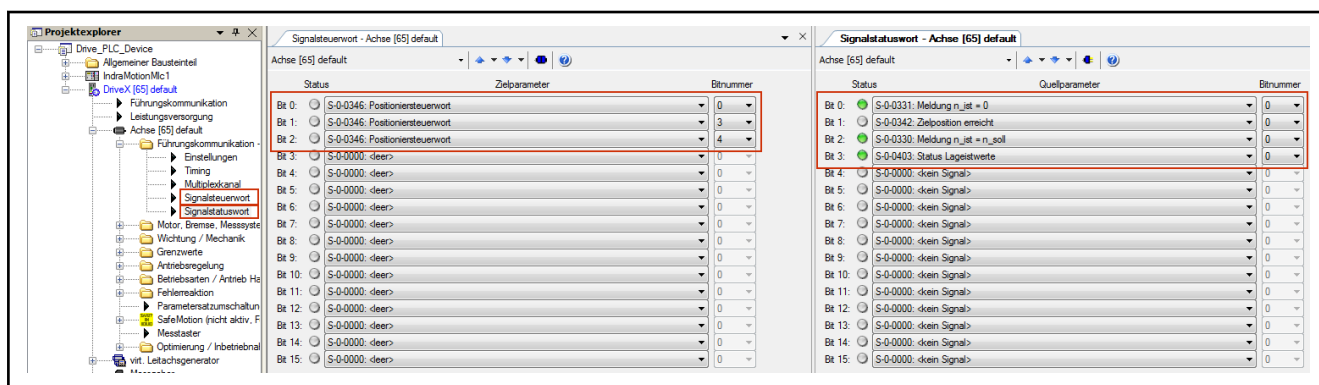

Abb. 6-89: Parametrierung Signalsteuer- und Signalstatuswort mit Indraworks
4. Im IndraWorks Ds Signalsteuerwort und Signalstatuswort parametrieren wie in Abb. 6-89 "Parametrierung Signalsteuer- und Signalstatuswort mit IndraWorks" auf Seite 321 beschrieben.